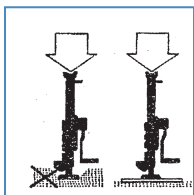

Fig. 2
4. Assicurarsi che le binde poggino su superfici solide e sufficientemente ampie e che vengano mantenute in posizione verticale (fig. 2 e 3)
7.2 Montaggio e regolazione del freno. Seguire la procedura inversa rispetto allo smontaggio. Collocare l'inserto (2B), la ruota dentata (3) e il secondo inserto (2A) sul mozzo (1). Rimontare il braccio della manovella (7), inserire la molla (4) e il dado (5). Serrare il dado assicurandosi che la distanza tra le griffe sia compresa tra i 4 e 6 mm (vedi fig. 2) e avvitare la vite (6).